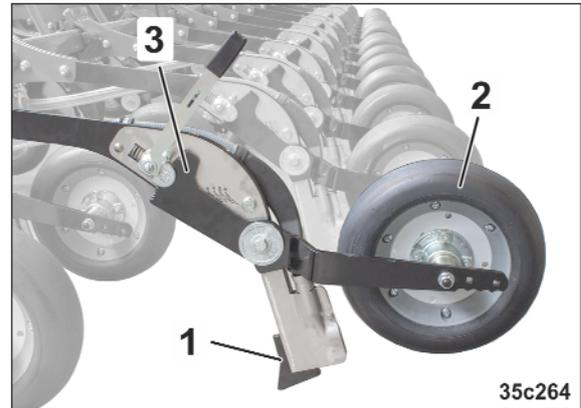

Fig. 80
Zur Saatgutablage ziehen sich die auf Griff stehenden ConTeC-pro-Schare (Fig. 80/1) in den Boden hinein. Dadurch halten die ConTeC-pro-Schare, abgestützt auf den nachlaufenden Andruckrollen (Fig. 80/2), die einstellbare Saatgut-Ablagetiefe konstant ein.
- formt eine Säfurche (Fig. 80/1)
Die nachlaufenden Andruckrolle (Fig. 80/2)
- begrenzt die eingestellte Saatgutablagetiefe (Fig. 80/3)